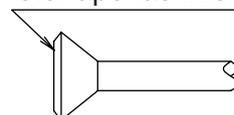

Fig. 14
- Ao ligar a porca de alargamento, revista a secção de alargamento (apenas internamente) com óleo éster ou óleo éter, rode três ou quatro vezes e, depois, aparafuse. **(Consulte a Fig. 14)**